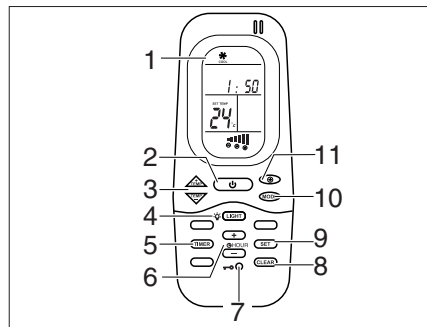
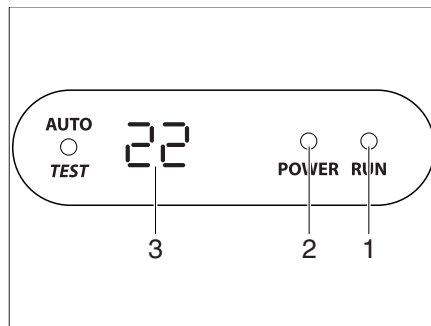

Fig. 119 Mando a distancia
Fig. 120 Pantalla en el difusor
La instalación de aire acondicionado está colocada en el techo del vehículo. El mando a distancia (Fig. 119) de la instalación de aire acondicionado está en la zona de la cocina.
La instalación de aire acondicionado está lista para el funcionamiento. El LED (Fig. 120,2) en la pantalla del difusor se ilumina de color rojo.
- Para la conexión, pulsar el interruptor ON/OFF (Fig. 119,2) en el mando a distancia. El LED (Fig. 120,1) se enciende en color verde cuando la instalación de aire acondicionado está funcionando en el modo de refrigeración. El LED (Fig. 120,1) se enciende en color rojo cuando la instalación de aire acondicionado está funcionando en el modo de calefacción.
- Ajustar con la tecla MODO (Fig. 119,10) el modo de funcionamiento deseado.
- Si es necesario, ajustar con la tecla (Fig. 119,11) el nivel deseado del ventilador y con las teclas (Fig. 119,3) la temperatura ambiente.
- Para la desconexión, volver a pulsar el interruptor ON/OFF (Fig. 119,2) en el mando a distancia.
- Para la programación, encender la instalación de aire acondicionado con el interruptor ON/OFF (Fig. 119,2) en el mando a distancia.
- Pulsar la tecla TIMER (Fig. 119,5). Se activa la indicación ON de la hora de inicio.
- Ajustar la hora con las teclas TEMP (+/-) (Fig. 119,3).
- Volver a pulsar la tecla TIMER (Fig. 119,5). Se activa la indicación OFF de la hora de inicio.
- Volver a pulsar la tecla TIMER (Fig. 119,5).
- Una vez finalizado el ajuste, pulsar la tecla SET (Fig. 119,9).
- Para borrar la programación del temporizador, pulsar la tecla CLEAR (Fig. 119,8).